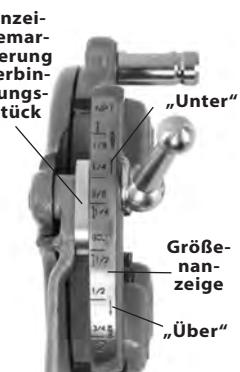

Abbildung 7 – Einstellung der Gewindegöße
- Beginnen Sie mit der Anzeigemarkierung des Verbindungsstücks an der Markierung der gewünschten Größe auf der Größenanzeige. Stellen Sie bei Gewindeschneidköpfen die Markierung des Verbindungsstücks auf die Linie der Größenanzeige ein. Stellen Sie zum Schneiden von Schraubengewinden mit einem Universal-Schneidkopf alle Schraubenschneidbacken auf die Linie BOLT (Schraube) auf der Größenanzeige (Abbildung 7).